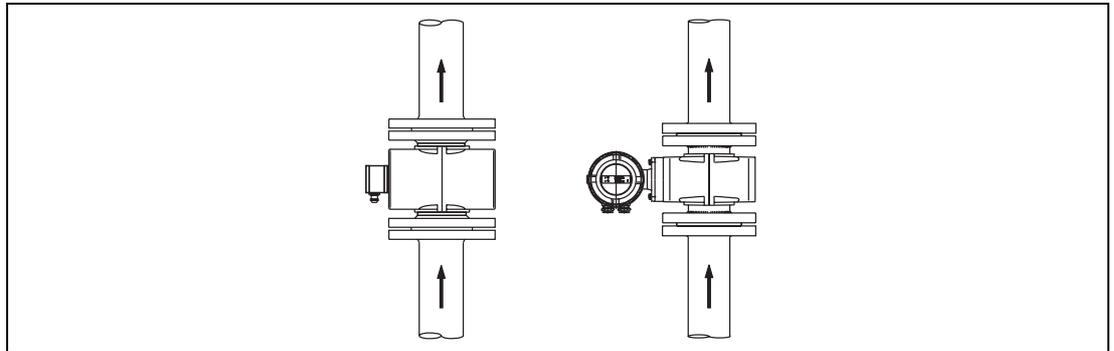

Fig. 7: Installation dans une tuyauterie verticale
- Installations verticales en cas d'abrasion, débit ascendant, max. 3m/s (Fig. 7)